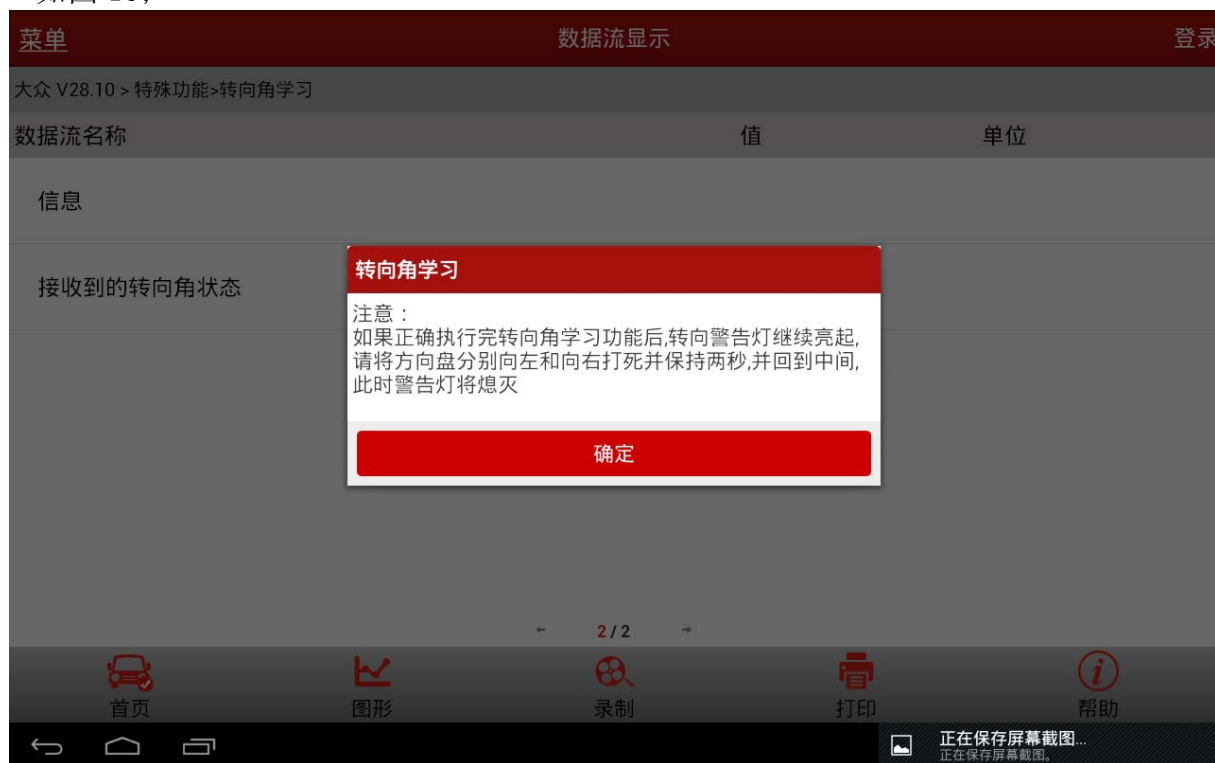

图 16
- 10). 认真操作, 注意提示, 将方向盘分别向左和向右打死并保持两秒, 确保转向警告灯熄灭, 如图 16;